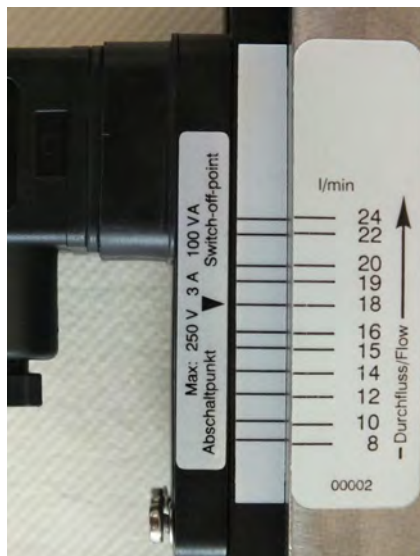

Abb. 36: Schaltwert ablesen (Beispiel-skala)
1. ➤ Darauf achten, dass der Einstellpfeil, der Skalenstrich des Zusatzeikettes (Führungsleiste) und der Skalenstrich der Körperskala in einer Flucht liegen (Abb. 36).